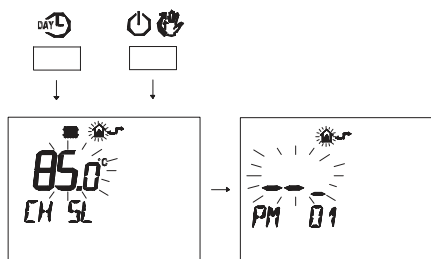

Figura 5.46
- Pulse simultáneamente los botones **DAY** y **ON/OFF** para entrar en la modalidad de programación transparente (Figura 5.46).